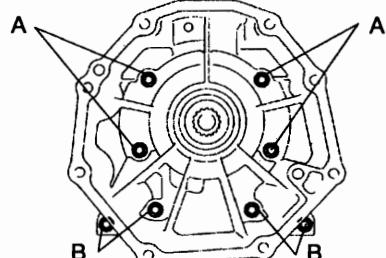

图 12-1-100
- ②如图 12-1-100 所示, 用 8 个螺栓安装变速器壳适配器分总成。螺栓 A 的长度为 50mm, 螺栓 B 的长度为 40mm, 拧紧力矩为 $34\text{N}\cdot\text{m}$ 。